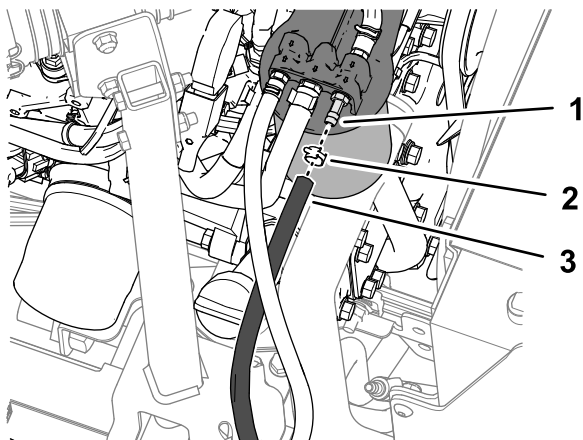

図 14
1. スプリング式ホースクランプと燃料タンクのホースを、燃料フィルタのヘッドの一番後ろのフィッティング部で外す 図 14。